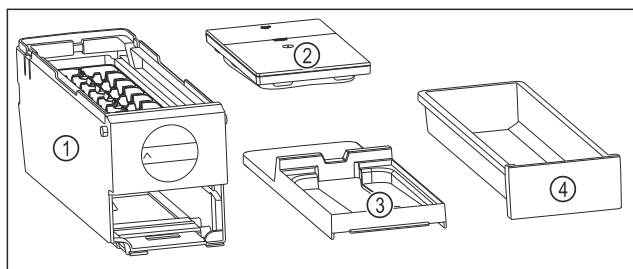

Fig. 113 Составные части EasyTwist-Ice
- ▷ EasyTwist-Ice разобран на четыре части. (см. Fig. 113)
- ▶ Разбирайте EasyTwist-Ice только на составные части, представленные на рисунке. (см. Fig. 113)
- ▶ Очищайте корпус EasyTwist-Ice Fig. 113 (1) как цельное устройство.